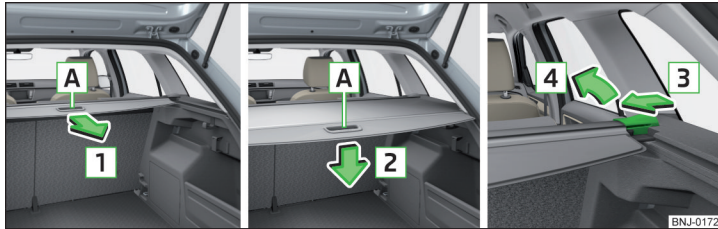

Abb. 113 Aufrollbare Abdeckung: herausziehen / aufrollen / herausnehmen
› Die Abdeckung am Griff **A** fassen und in Pfeilrichtung **1** bis zum Anschlag herausziehen, bis diese hörbar einrastet » Abb. 113.
› Die Abdeckung im Griffbereich **A** in Pfeilrichtung **2** drücken » Abb. 113. Die Abdeckung rollt sich automatisch auf. Die auf diese Weise aufgerollte Abdeckung kann herausgenommen werden.
› Auf der Seite der Querstange in Pfeilrichtung **3** drücken und die Abdeckung in Pfeilrichtung **4** herausnehmen » Abb. 113.
- › Zum **Einbauen** die aufrollbare Gepäckraumabdeckung herausnehmen » Abb. 113 auf Seite 92 oder die Rücksitzlehnen vorklappen » Seite 76.